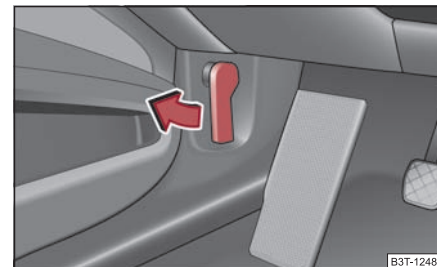

Fig. 14 Manette de déverrouillage du capot moteur
- Tirez sur la manette de déverrouillage sous le tableau de bord côté conducteur ⇒ fig. 14.
Autres nota ⇒ fig. 14. ■